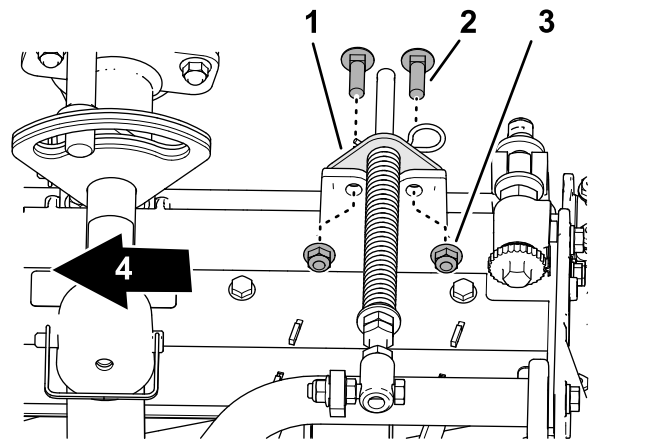

図 20
5. ターフ補正器ブラケットの穴を、カッティングユニットのフレームの穴に合わせる 図 20。